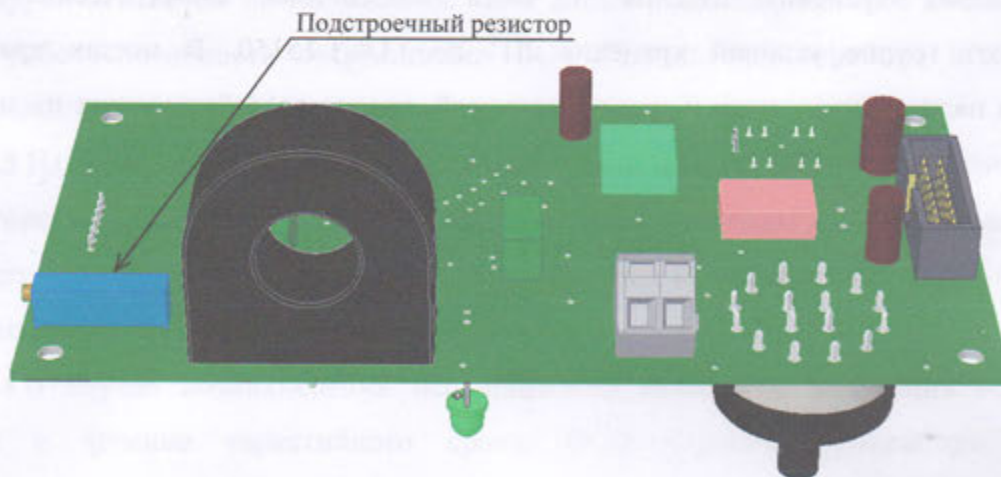

Рисунок 6 – Печатная плата и расположение подстроечных резисторов (вид со стороны пайки)
7.4.3 Выполнить 5.2.1 – 5.2.4, 5.3.1, 5.3.2. При включении схемы показания индикатора выходного тока «ТОК, А» должны быть равны показаниям поверенного амперметра А2. В противном случае необходимо регулировкой подстроечного резистора (см. рисунок 6) добиться одинаковых показаний выходного тока «ТОК, А» с поверенным амперметром.
7.4.4 Подстроечный резистор расположен на печатной плате индикатора выходного тока (см. рисунок 6).